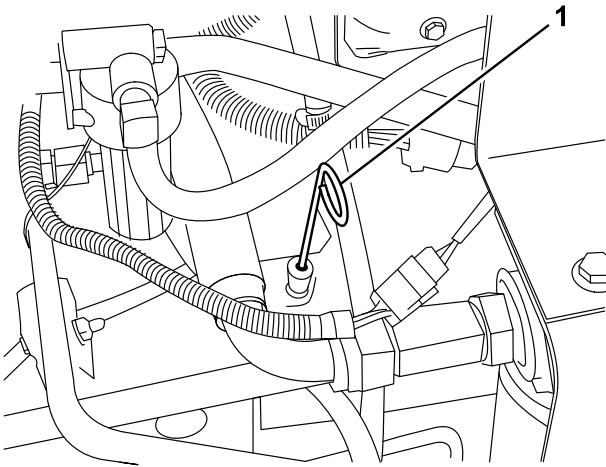

Figura 29
2. Retire a vareta (Figura 29), limpe-a e volte a colocá-la. Retire-a novamente e verifique o nível do óleo: o nível de fluido deve situar-se na marca FULL (cheio) da vareta.